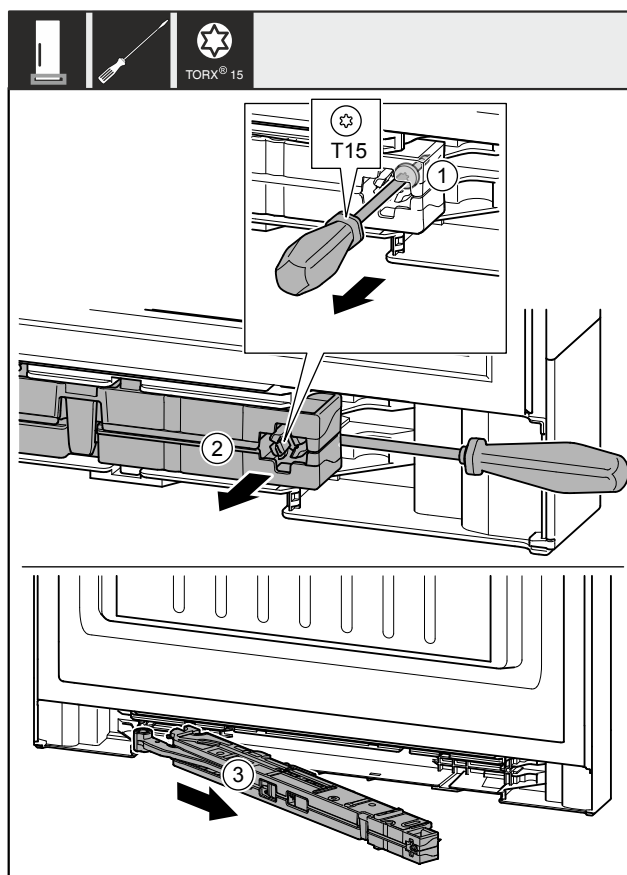

Fig. 11
- Allentare la vite Fig. 11 (1) sull'unità ammortizzatore di chiusura di ca. 14 mm.
- Estrarre l'unità ammortizzatore di chiusura Fig. 11 (2) dal lato della maniglia facendo leva in avanti con un cacciavite.
- Estrarre l'unità ammortizzatore di chiusura Fig. 11 (3).